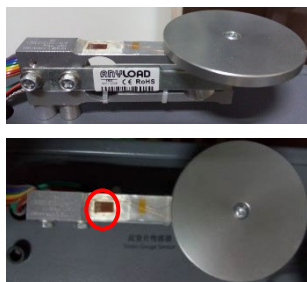

图 1.1 应变片示意图
- 观察应变片传感器的位置，见图 1.1，应变片为金色箔式结构小方薄片，在图中标示出来，结合应变片受力，标出应变片对应的序号 BF1，BF2，BF3，BF4。